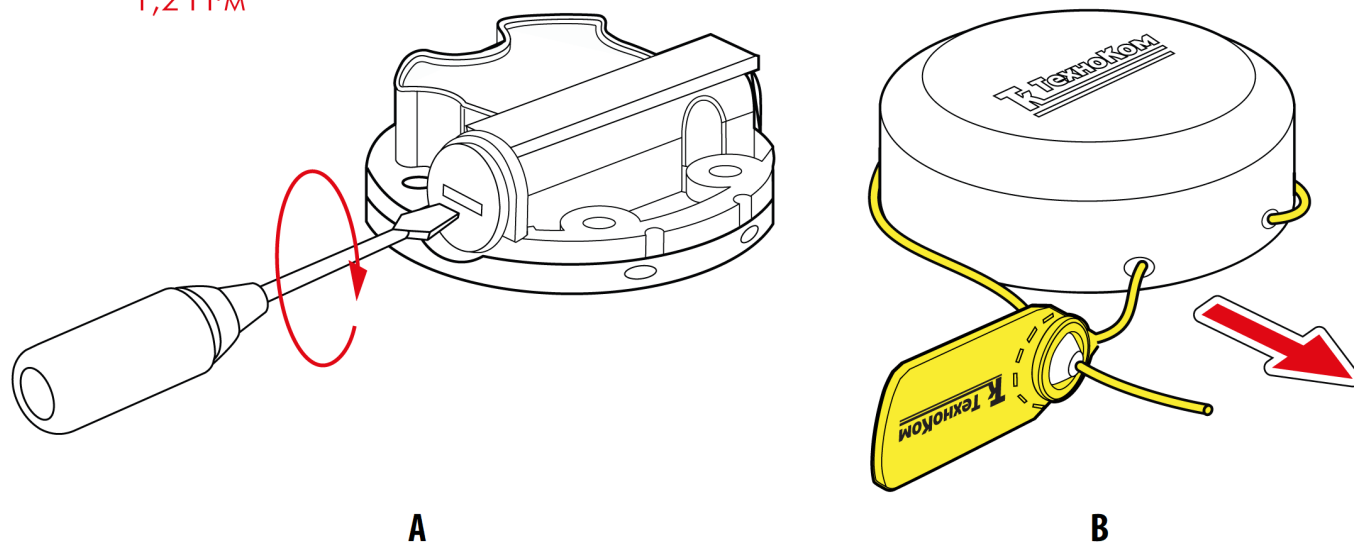

Рис.50. Окончание замены батареи
5. Закрутить резьбовую заглушку с моментом затяжки 1,2 Н·м (Рис.50, А).
7. Установить на корпус защитную крышку и новую пластиковую пломбу ФАСТ-330 (Рис.50, В).